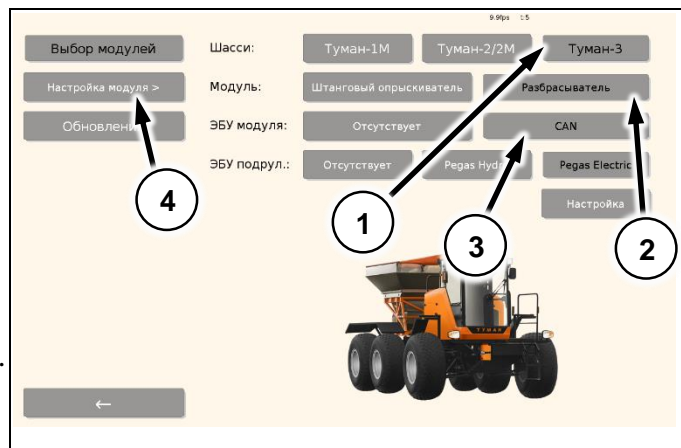

Рис. 30
- версию ECU модуля «CAN» (Поз. 3) представленные на (Рис. 30).